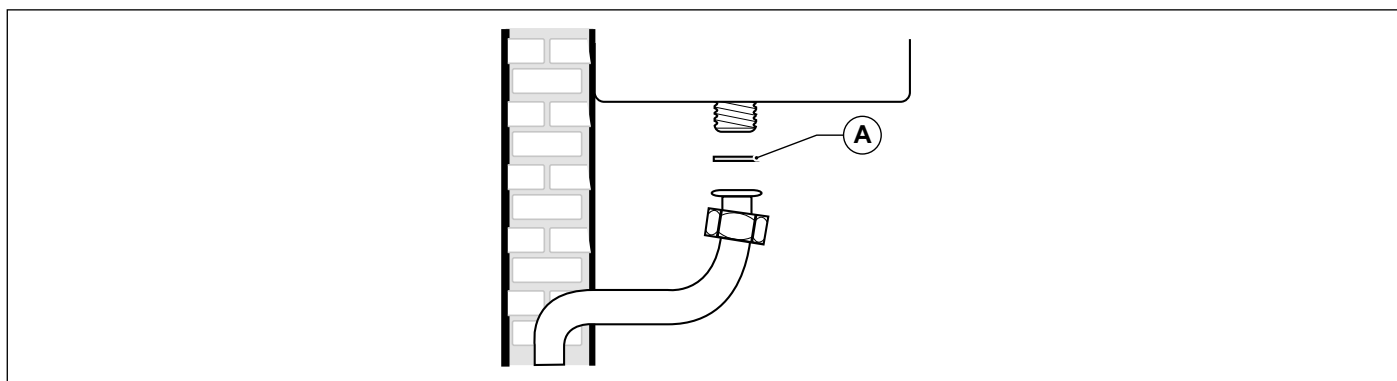

Fig. 17 Allacciamento alla rete del gas
E' **OBBLIGATORIO**, per collegare l'attacco gas della caldaia alla tubazione di alimentazione, interporre una guarnizione (A) a battuta di misure e materiali adeguati (vedi Fig. 17 Allacciamento alla rete del gas).